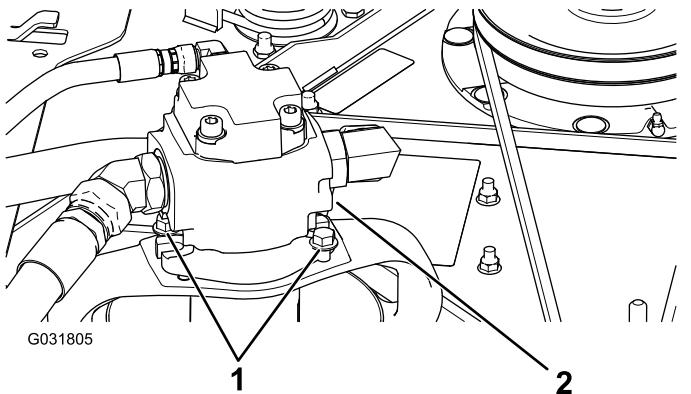

Bild 94
5. Entfernen Sie die Schrauben, mit denen der Hydraulikmotor am Mähwerk befestigt ist (Bild 94).
3. Entfernen Sie die Schrauben, mit denen der Hydraulikmotor am Mähwerk befestigt ist (Bild 94).